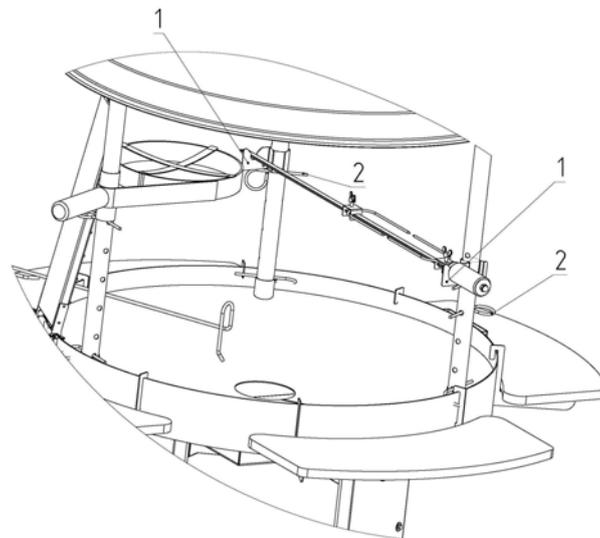

Рисунок 3
7. Расположите два зажима-держателя вертела (1) на двух любых опорах дымового купола таким образом, чтобы впоследствии вам было удобно брать вертел за ручку (рисунок 3). При необходимости высоту зажимов-держателей можно зафиксировать шплинтами (2).